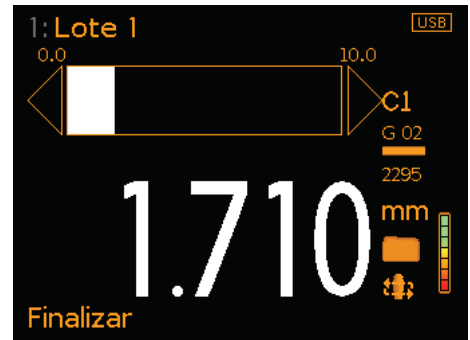

Figura 3
- 4 Pulse 'Iniciar' para comenzar la exploración y deslice la sonda por la superficie revestida (Figura 3).